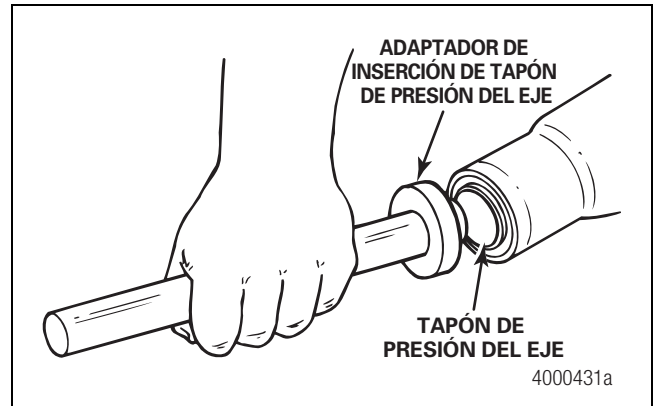

Figura 2.24
18. Introduzca el adaptador de inserción del tapón de presión del eje dentro del tapón de presión del eje. Figura 2.24.